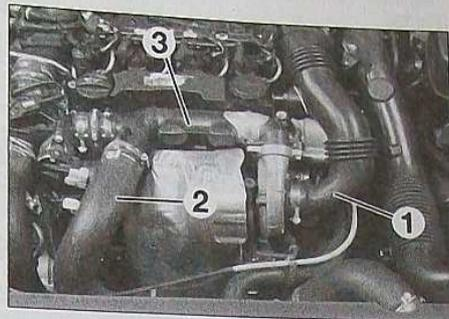

FIG. 32
- le conduit d'air du boîtier de filtre à air et du couvre culasse au turbocompresseur (1) (Fig.32).
- le conduit d'air (2).
- le boîtier d'absorption de résonance du turbocompresseur (3).